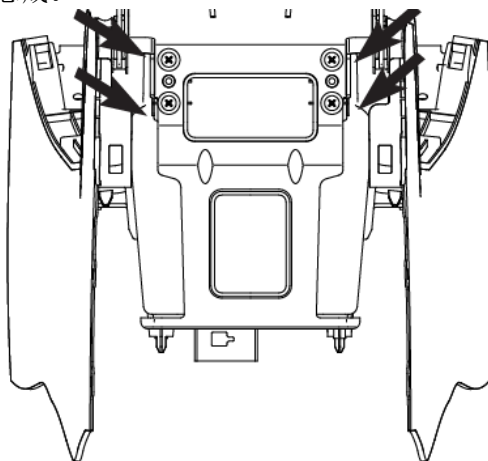

图2.8.2 副仪表板扶手总成结构示意图
(2) 用十字螺丝刀依次卸下图2.8.2所示四个螺钉 (Q2733595AF3), 取下副仪表板扶手总成。